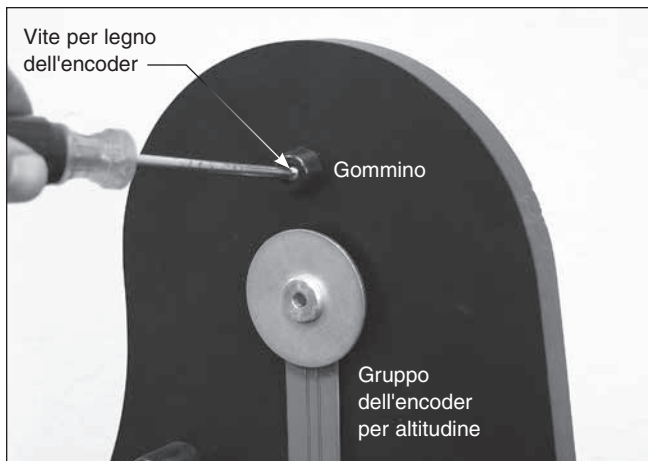

Figura 16. Installare il gommino nel foro pilota sopra il gruppo dell'encoder per l'altitudine usando una delle viti per legno dell'encoder.
18. Installare il gommino in plastica di protezione del gruppo dell'encoder per l'altitudine, che si trova nel kit del dispositivo IntelliScope, nel foro pilota sopra il gruppo dell'encoder per l'altitudine. Prendere la restante vite per legno dell'encoder dal kit del dispositivo IntelliScope, infilarla nel gommino e usare un cacciavite a croce per avvitare e serrarla nel foro pilota (**Figura 16**).